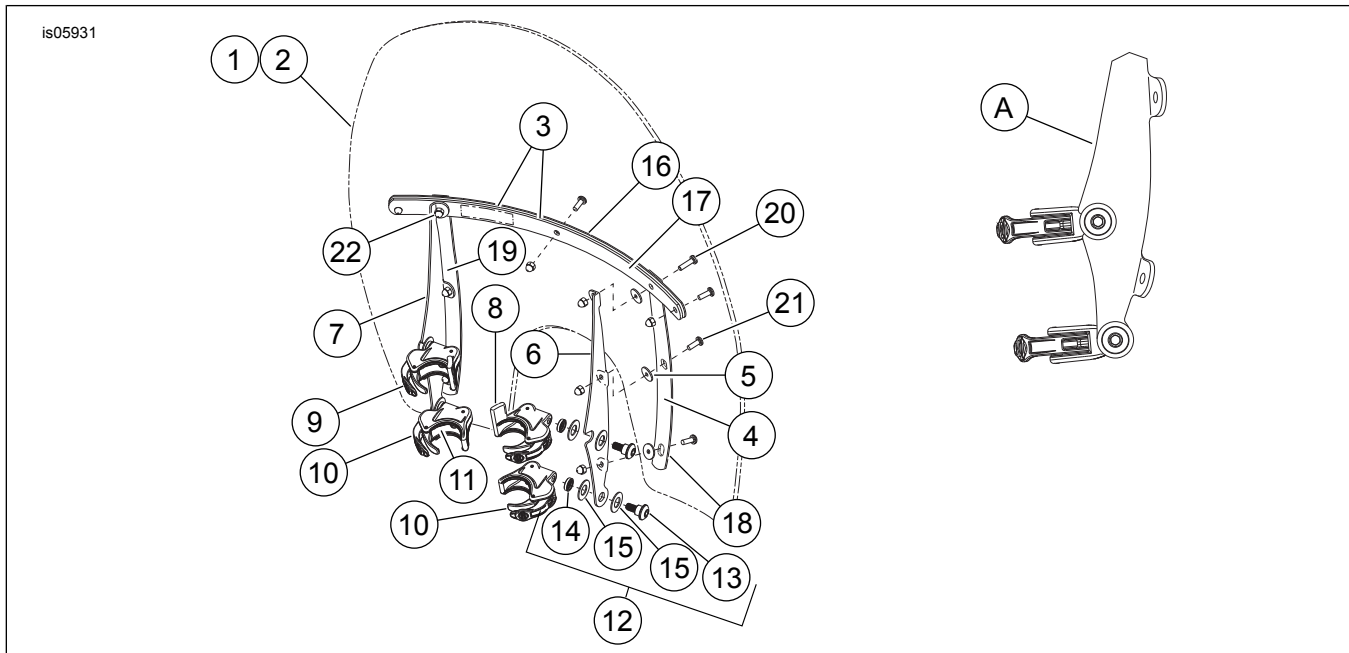

Abbildung 6. Ersatzteile: Abnehmbare Windschutzscheibensätze mit Schnellfreigabe
Siehe Abbildung 6 und Tabelle 2.
- Siehe Abbildung 6 und Tabelle 2. Die Blinker gemäß den im Blinker-Umbausatz (23) enthaltenen Anweisungen umbauen.
- Siehe Abbildung 6 und Tabelle 2. Die Schellen- und Befestigungsteilesätze aus der Verpackung nehmen und ähnliche Teile zur Vorbereitung des Zusammenbaus in Gruppen zusammenfassen. Beachten, dass die unteren Schellen genau gleich sind, und die linke und rechte obere Schelle an nach oben weisenden Fortsätzen zu erkennen sind.